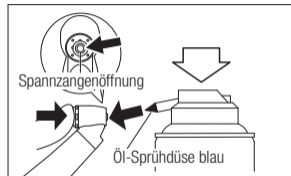

Abb. 9
- 2) Schmieren Sie die Spannvorrichtung direkt durch die Spannzangenöffnung (Abb. 9).